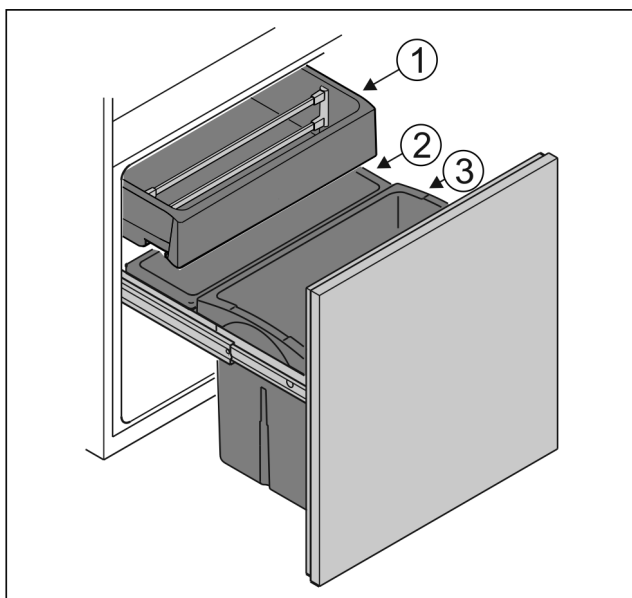

Fig. 6
- ▶ Nádoba Fig. 6 (1): Skladujte nezabalenú zeleninu a tropické ovocie.
- ▶ Nádoba Fig. 6 (2): Skladujte nezabalené malé druhy ovocia a zeleniny.
- ▶ Nádoba Fig. 6 (3): Skladujte jednotlivé fľaše.